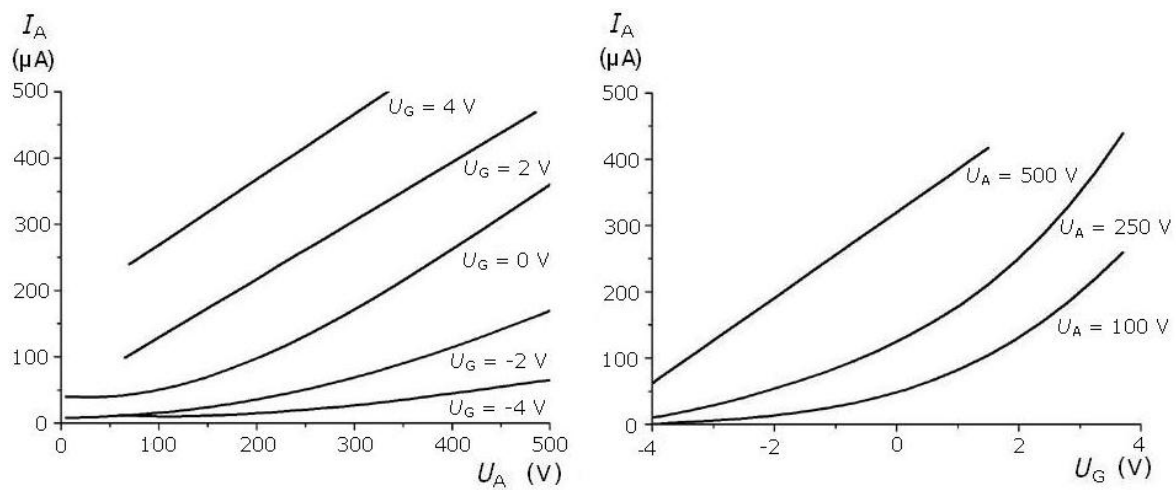

Fig. 2 Curvas características del triodo
- Características $I_A - U_A$: Para tensiones de rejilla constantes se determina la corriente de ánodo en dependencia con la tensión de ánodo y represente gráficamente los pares de valores (ver Fig. 2).
- Características $I_A - U_G$: Para tensiones de ánodo constantes determine la corriente de ánodo en dependencia con la tensión de rejilla y represente gráficamente los pares de valores (ver Fig. 2)